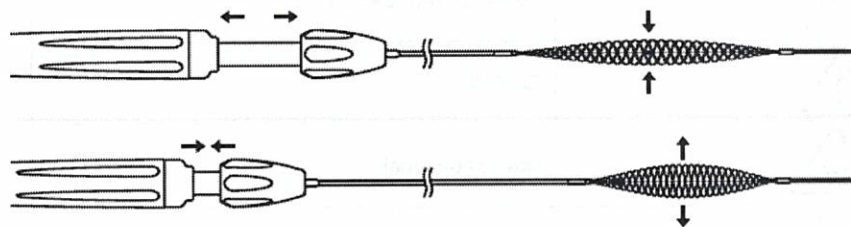

Figura 2 - Accionamiento del mango
3. Compruebe que el dispositivo Cascade funciona correctamente accionando el mango y verificando los cambios correspondientes del diámetro en la malla trenzada (consulte la Figura 2).